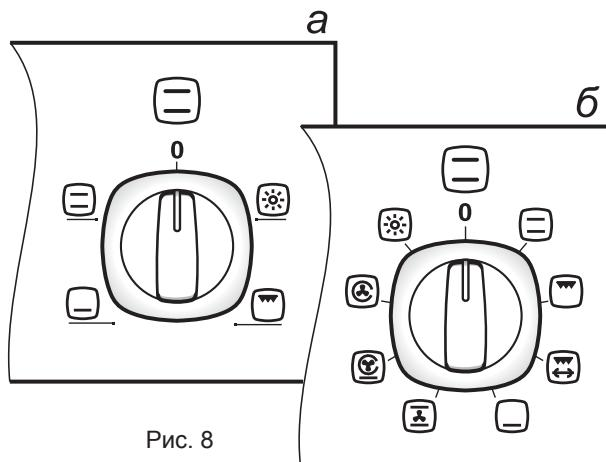

Рис. 8
- ручкой режимов работы устанавливается необходимый способ приготовления (в зависимости от модели может быть вариант **а** или **б** (рис. 8) ;